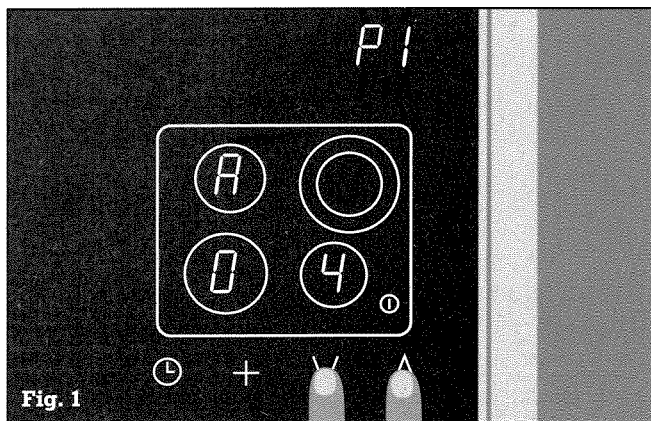

Fig. 1
- Accione con grupo de cocción conectado los símbolos ∇ y Δ . Suena una señal acústica. Pulse con los dedos durante algunos segundos hasta que suena una segunda señal acústica, iluminándose $P I$ en el panel del temporizador. Retire ambos dedos de los símbolos. En el cuadro de indicación de grupos de cocción aparece $R 0 4$, es decir que se ha ajustado un tiempo de cocción inicial de 4 minutos (Fig. 1).